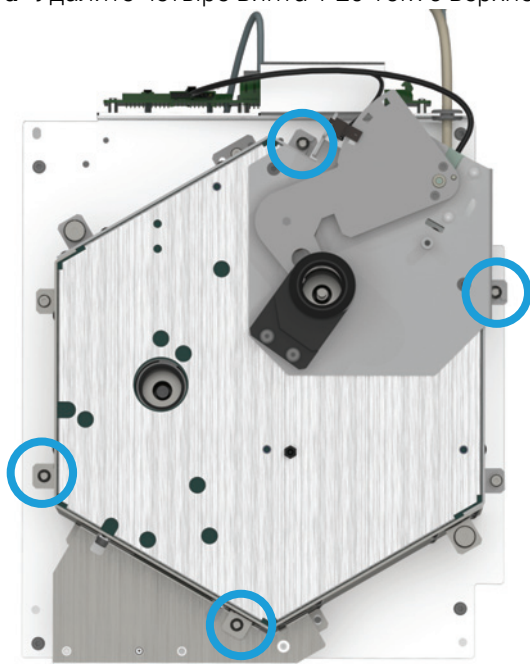

Рис. 12. Удаление винтов T-20 Torx с верхней панели термостата
- а** Удалите четыре винта T-20 Torx с верхней панели термостата (**Рис. 12**).